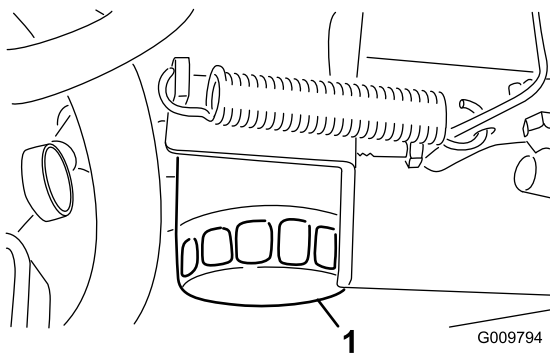

Figura 47
3. Retire el filtro de aceite (Figura 47).